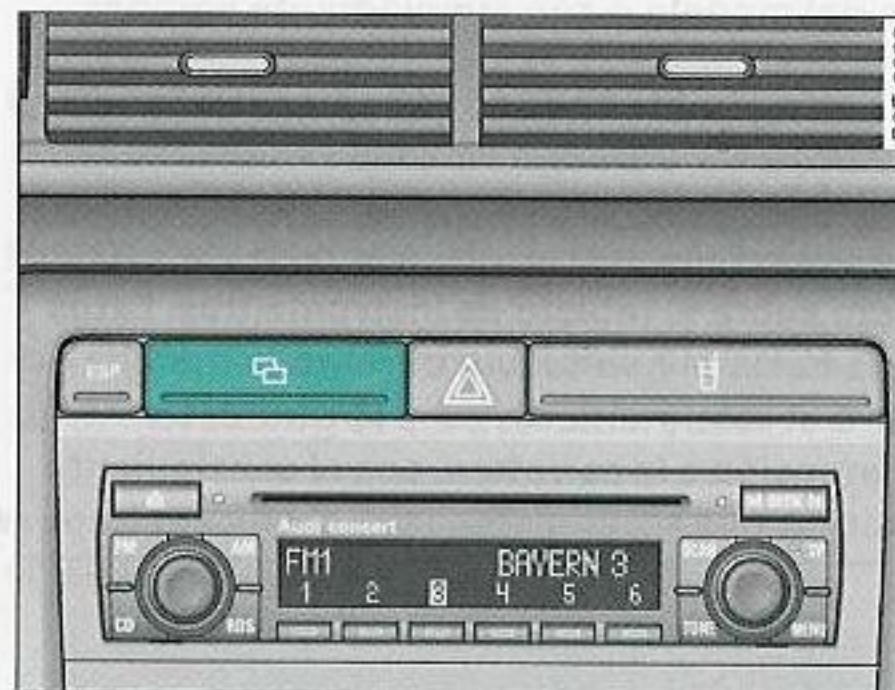

Fig. 120 Portaobjetos en la consola central
- Para abrir, presione sobre la cubierta  ⇒ *página 130*, fig. 120.